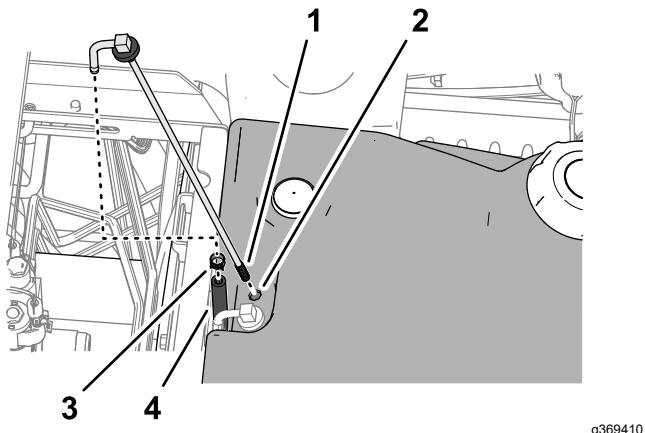

Figura 85
3. Retire la abrazadera que sujeta la manguera al tubo de aspiración de combustible (Figura 85).
5. Limpie el filtro del extremo del tubo de aspiración de combustible (Figura 85).